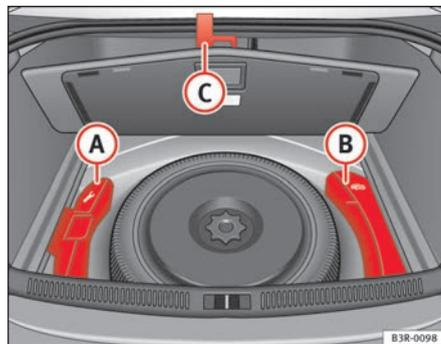

Fig. 175 Caixa de ferramentas e macaco
A ferramenta de bordo (A) e o macaco (B) ⇒ fig. 175 encontram-se na bagageira, por baixo da superfície de carga.
- Prenda a pega (C) na junta da bagageira.